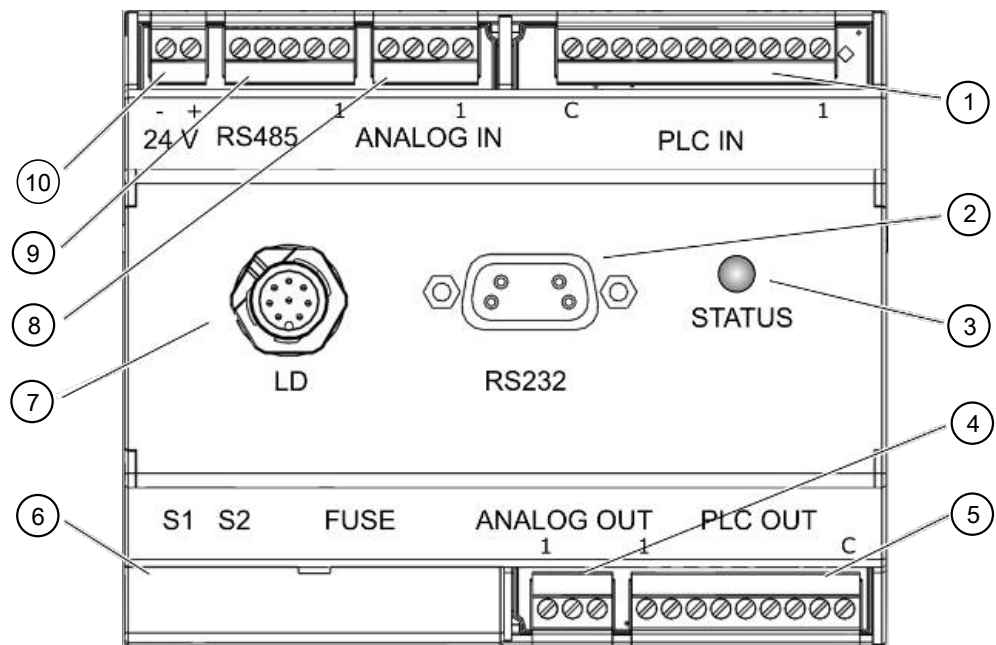

Fig. 1: Vista delantera
**PLC IN, Fig. 1 (1)**
**PLC OUT, Fig. 1 (5)****Salidas digitales**
**ANALOG IN, Fig. 1 (8)** Entrada analógica (margen de tensión de entrada 0 V hasta 10,8 V)
**ANALOG OUT, Fig. 1 (4)**
**RS232, Fig. 1 (2)**
**RS485, Fig. 1 (9)** Conexión para RS-485
**STATUS-LED, Fig. 1
DIP S1, S2, Fig. 1 (6)**
**Conexión LD, Fig. 1 (7) Conexión para el cable de datos hacia el detector de fugas****24V FUERA, Fig. 1 (10)****Salida de 24 V**